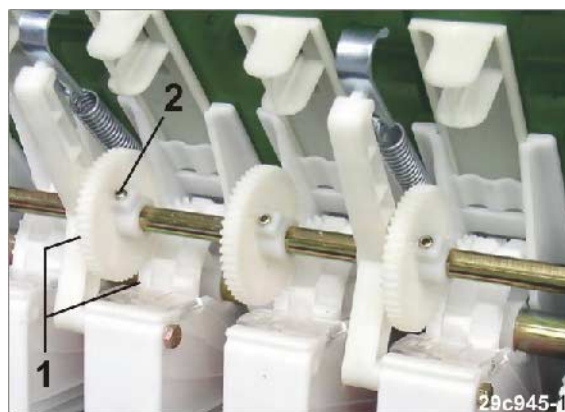

Рис. 232
13. Приведите в зацепление зубья (Рис. 232/1) ведущей шестерни и высевающих катушек технологической колеи для мелких семян.